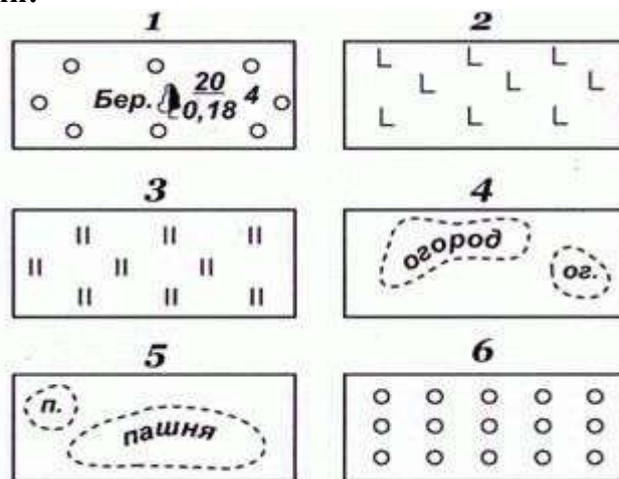

Рисунок 65 - Площадные условные знаки:
1. Площадные условные знаки (рис. 65) применяют для заполнения площадей объектов (например пашни, леса, озера, луга); они состоят из знака границы объекта (точечный пунктир или тонкая сплошная линия) и заполняющих его изображений или условной окраски; например, на условном знаке 1 показан березовый лес; цифры (20/0,18) \* 4 характеризуют древостой, (м): числитель – высоту, знаменатель – толщину ствола, 4 – расстояние между деревьями.